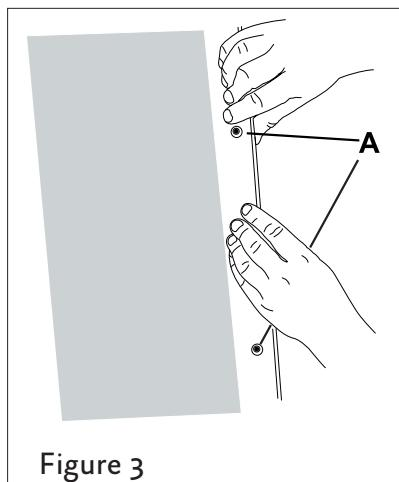

Figure 3
- Le trou susmentionné doit coïncider avec le trou réalisé sur le lave-vaisselle. (voir A in Figure 3)